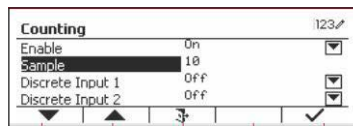

Figure 55
4. Sélectionnez l'élément de la liste et appuyez sur le bouton correspondant à l'icône ✓ pour modifier les paramètres. Après avoir terminé la configuration E/S, appuyez sur le bouton multifonction correspondant à l'icône  pour retourner à l'écran principal des applications. (Voir Figure 55)